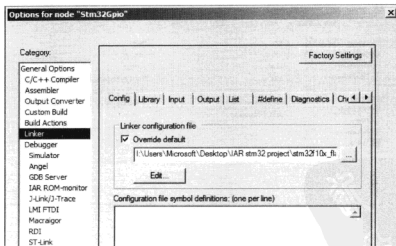

图 6.1.9 选择脚本文件
c) 切换至 Linker 界面 Config 选项卡, 选中 Overloader default, 并在下面的路径框中选择 IAR stm32 project 文件夹下的 stm32f10x_flash.icf 脚本文件, 如图 6.1.9 所示。